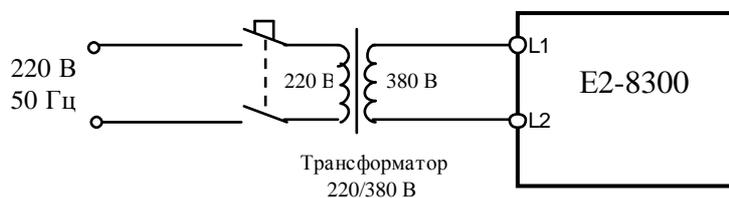

Рис. 4.12. Подключение ПЧ к сети через трансформатор
4.10.1. Подключить преобразователь к электросети 3Ф ~380 В (или к сети 1Ф ~220 В через трансформатор 220/380 В, как показано на рис. 4.12).
4.13.1. Подключить 3 лампочки (220 В, 40-100 Вт), соединённые по схеме «Звезда» к выходным клеммам Т1, Т2, Т3 преобразователя частоты. Подать питание ~380В (или ~220 В на трансформатор, см. рис. 4.12).